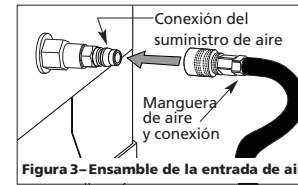

Figura 3 – Ensamblaje de la entrada de aire
2. Conecte el abastecimiento de aire (máx. 8,62 bar) al conector situado en el lado de la cabina (ver Figura 3).